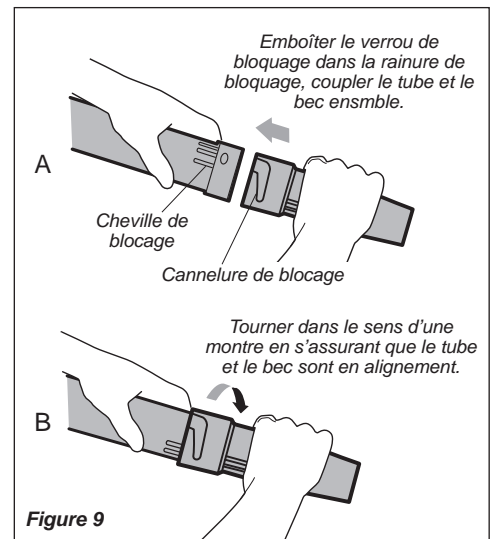

Figure 9
9. Saisir le bec et emboîter le bec au verrou bloquant du tube pivotant, en s'assurant que le fil static est sécurisé. Voir Figure 9.
10. Verrouiller le bec au tube pivotant en tournant le bec pour s'assurer d'un bon alignement. Voir Figure 9.